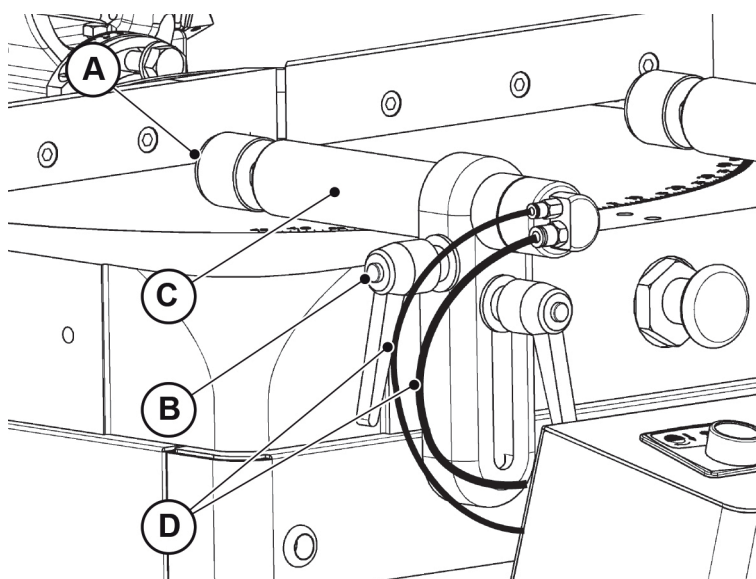

Fig. 09-15
- Desserrer le tampon "A" (Fig. 09-15) de l'étau (voir Chap. 9.2.3).
- Desserrer la poignée débrayable "B" (Fig. 09-15) et extraire le cylindre "C" (Fig. 09-15).
- Déposer les petits tuyaux de l'air "D" (Fig. 09-15).